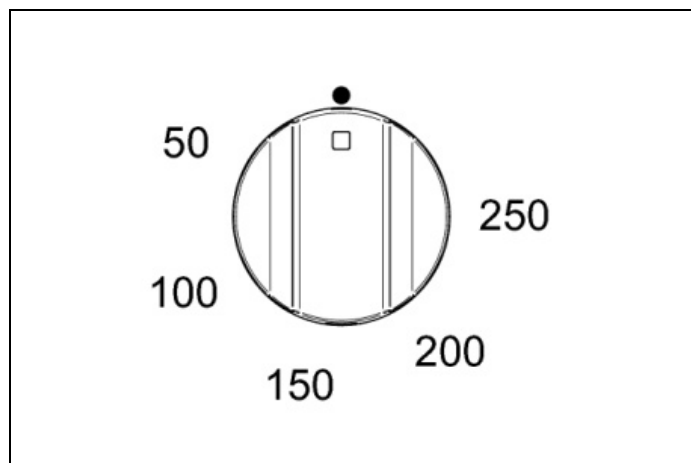
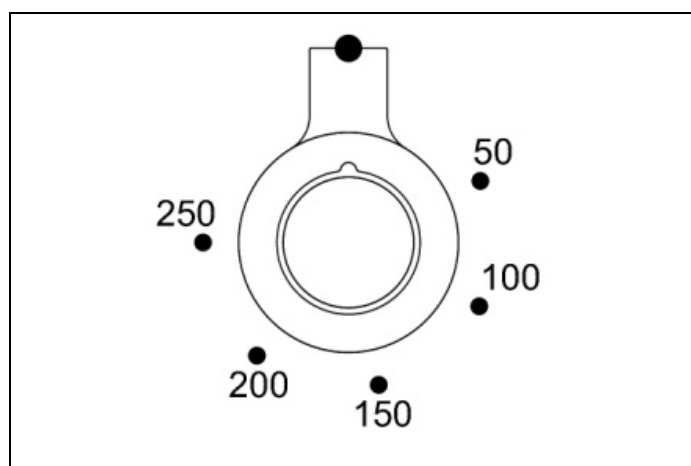
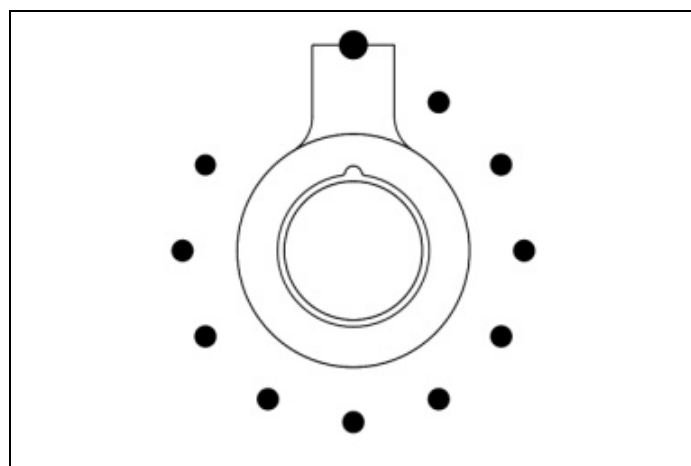

Fig. 27
Fig. 28
Fig. 29
- 2) Drej temperaturknappen (Fig. 27 - Fig. 28 og Fig. 29 kun for modellen PRO T) med uret for at vælge den ønskede temperatur. Den orange lampe slukker, når ovnen har nået den valgte temperatur og er klar til brug. Det er normalt at denne lampe tænder og slukker under tilberedningen, således at varmelegemerne holder en konstant temperatur (ovnens funktion vises på programmeringsenhedens display, kun for versionen PRO T).